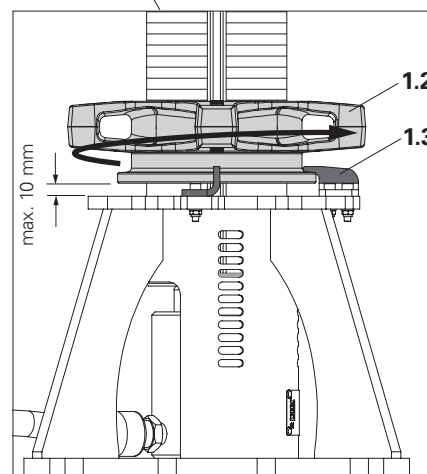

Fig. A5.06b
4. Girare a mano il dado di regolazione verso l'alto in senso antiorario fino a quando il dado di regolazione poggia contro l'elemento di fissaggio (**1.3**). (Fig. A5.06b)